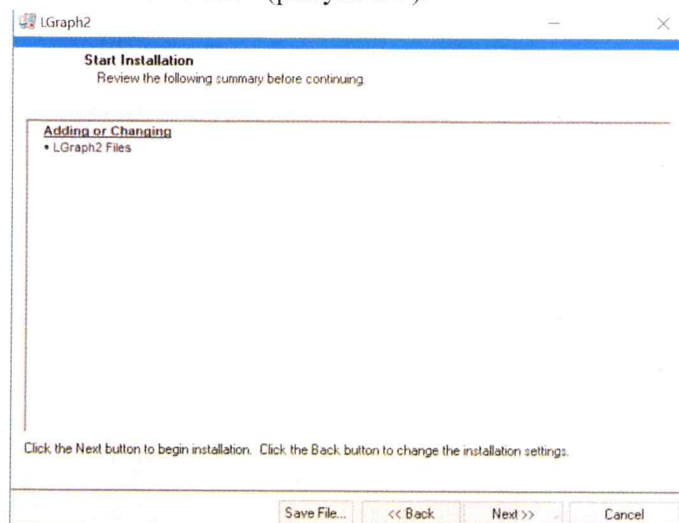

Рисунок 9
5) В появившемся окне нажмите «Next» (рисунок 9).